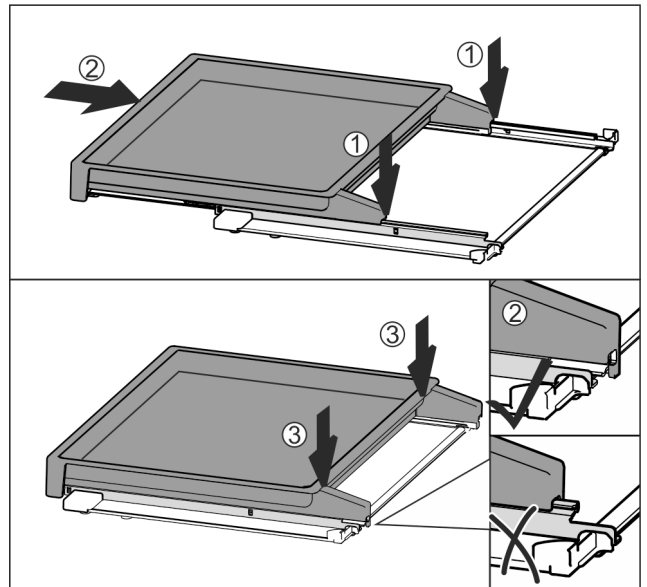

Fig. 51
- ▶ La poser au centre sur les rails Fig. 51 (1).
- ▶ Insérer complètement la bordure télescopique Fig. 51 (2).
- ▶ Appuyer sur sa partie arrière jusqu'à ce qu'elle s'enclenche de manière audible Fig. 51 (3).